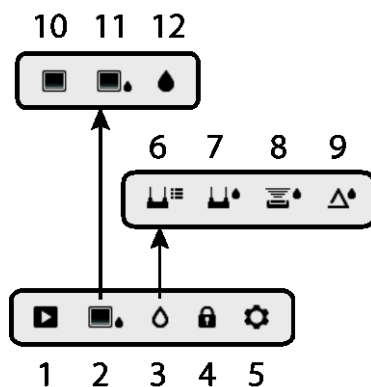

Рис. 4-2. Значки меню
Представленная ниже схема меню подробно рассмотрена в последующих разделах этого руководства. Чтобы открыть и настроить один из предусмотренных режимов работы, используйте кнопку выбора (посредине) и четыре (4) кнопки навигации. См. рис. 4-2.
Главное меню включает значки 1-5 (см. рис. 4-2). Нажмите кнопку выбора, чтобы войти в главное меню.
Значки 6-9 (см. рис. 4-2) доступны в **меню режимов измерения влажности**. Для отображения списка режимов измерения влажности нажмите значок 3. Синяя точка отображается слева от значка (7), если выбран штыревой режим, или слева от значка (8), если выбран бесштыревой режим.
Значки 10-12 (см. рис. 4-2) доступны в **меню режимов изображения**. Для входа в меню режимов изображения нажмите значок 2.